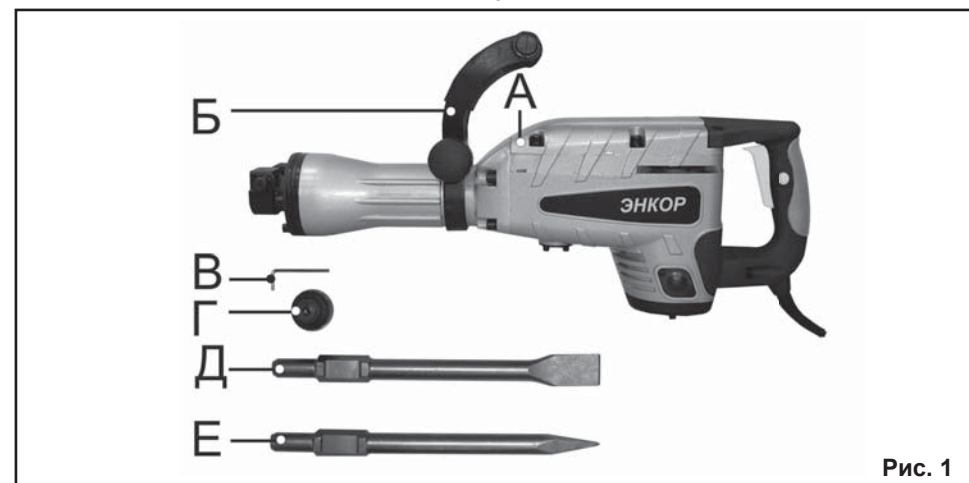

Рис. 1
3.1. Комплектность молотка представлена на Рис.1.